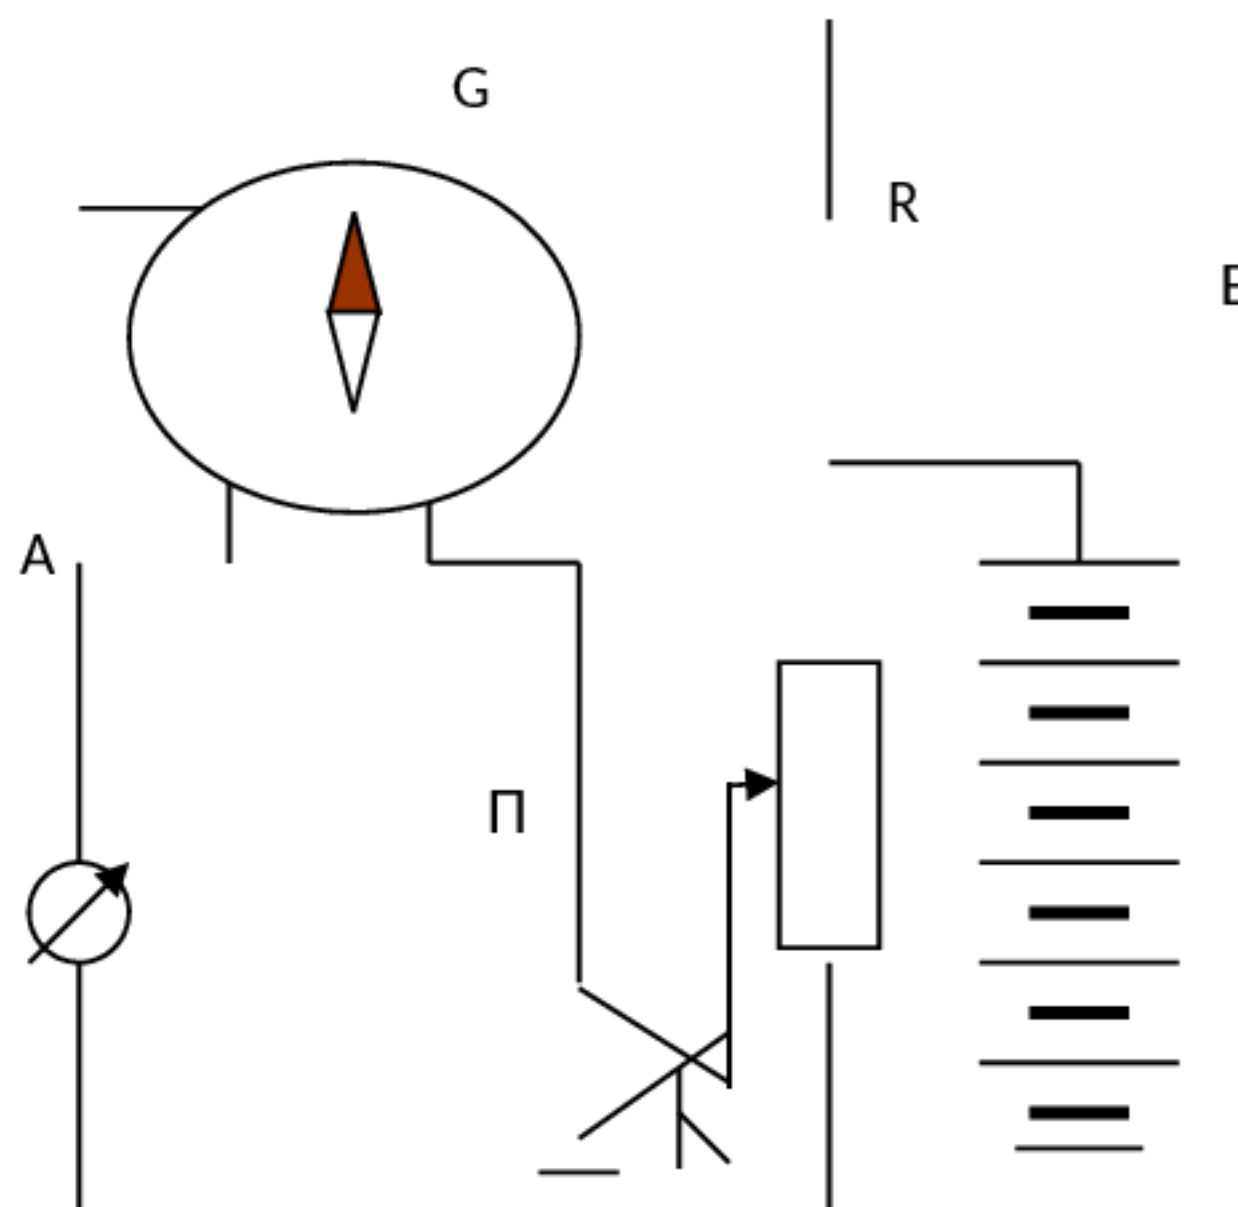

Рис. 3
Электрическая схема установки для измерения  $B_3$  состоит из тангенс-гальванометра  $G$ , источника тока  $\mathcal{E}$ , реостата  $R$  и амперметра  $A$  для регулировки и измерения тока (рис.3).
- Собирают электрическую цепь по схеме рис.3
- Подставляя последовательно измеренные соответствующие значения тока  $I_i$  и усредненные значения угла  $\alpha_i$  в формулу (3) найти значения  $B_3$ . ( Величины  $p$  и  $R$  указаны на тангенс-гальванометре).